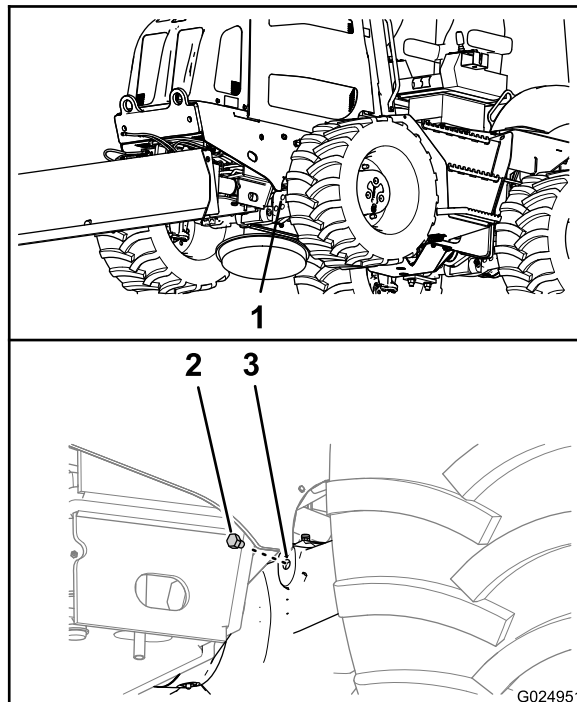
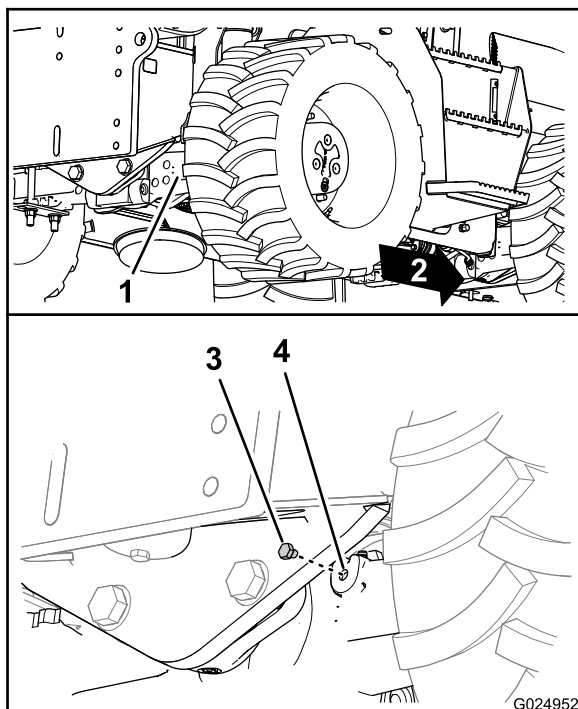

Figura 86
Figura 87
2. Retire los tapones de la mirilla de la caja de piñones del eje (Figura 86 y Figura 87).
- Mire a través de la mirilla, y compruebe que el nivel de aceite del eje llega a la parte inferior de la rosca del orificio (Figura 86 y Figura 87).
- Instale el tapón en la mirilla del alojamiento del piñón del eje (Figura 86 y Figura 87)